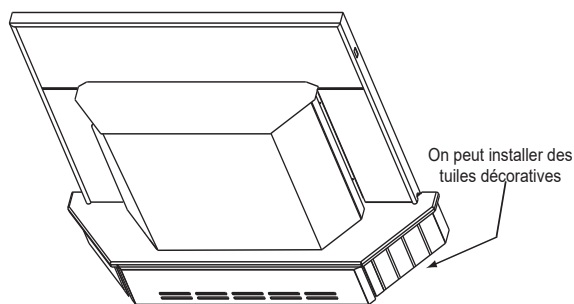

Figure 25.3
3. Mesurez les garnitures frontales et latérales de façon à ce qu'elles soient suffisamment hautes pour recouvrir les mécanismes extensibles et faites une marque au crayon avant de les couper. Coupez la garniture en trop sur le bord supérieur, pas le bord inférieur. Le bord est tranchant. Portez des gants pour éviter de vous blesser (**Figure 25.3**).
REMARQUE : Vous pouvez découper des carreaux de céramique d'une épaisseur de 9,5 mm (3/8 po) ou un autre matériau similaire et les placer sous la lèvre du bord supérieur de la garniture comme ornement de finition (**Figure 25.3**).